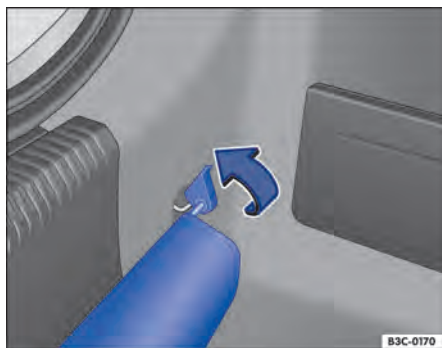

Fig. 111 No compartimento de bagagem: ponto de fixação para o pano de proteção do para-choque traseiro.
- Pressionar o suporte do pano de proteção por baixo sobre os olhais de amarração traseiros à direita e à esquerda ⇒ **Fig. 111** (seta). Para isso, possivelmente será necessário aplicar uma força maior.